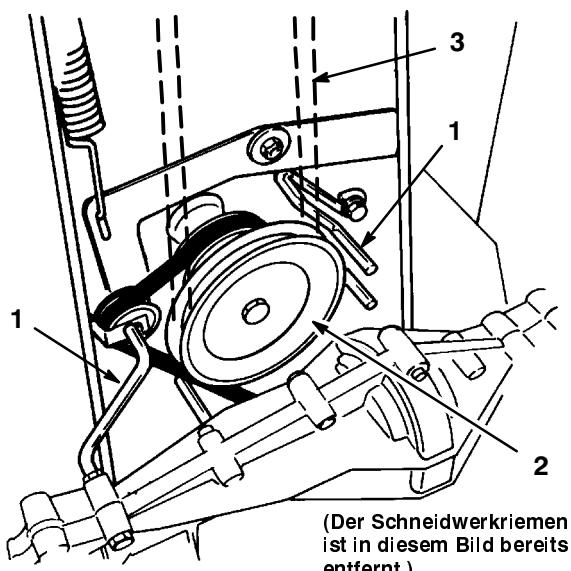

Bild 36
4. Lockern Sie die Riemenführungen in der Nähe der Motorriemenscheibe und drehen diese aus dem Weg. Nehmen Sie den Schneidwerkriemen von der Motorscheibe ab (Bild 36).
- Lockern und entfernen Sie die Befestigungsschraube, mit der jede Riemenführung am Schneidwerk abgesichert wird. Schwenken Sie die Riemenführungen weg von der Spindelscheibe und entfernen den Riemen. Kontrollieren Sie den Riemen visuell auf Abnutzung und Defekte (Bild 36).
- Entfernen Sie den Schneidwerkriemen von der Motorscheibe (Bild 36).